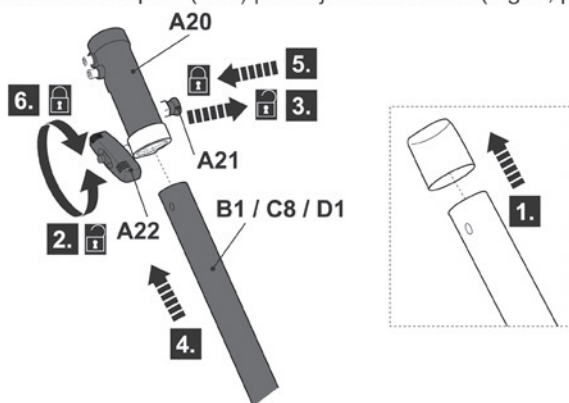

Fig. 8
- > Retire el tapón de protección premontado de la barra inferior (B1, C8, D1) (Fig. 8, paso 1).
- > Afloje el mando de bloqueo (A22) (Fig. 8, paso 2).
- > Alinee e inserte la barra inferior (B1, C8, D1) en el manguito de bloqueo (A20) mientras tira del perno con resorte (A21) (Fig. 8, pasos 3-4).
- > Gire ligeramente la barra inferior para alinear el orificio con el perno con resorte (A21). Suelte el perno con resorte después para fijar la barra inferior en su posición. Asegúrese de que el perno con resorte encaja en el orificio (Fig. 8, paso 5).
- > Apriete el mando de bloqueo (A22) para fijar la conexión (Fig. 8, paso 6).